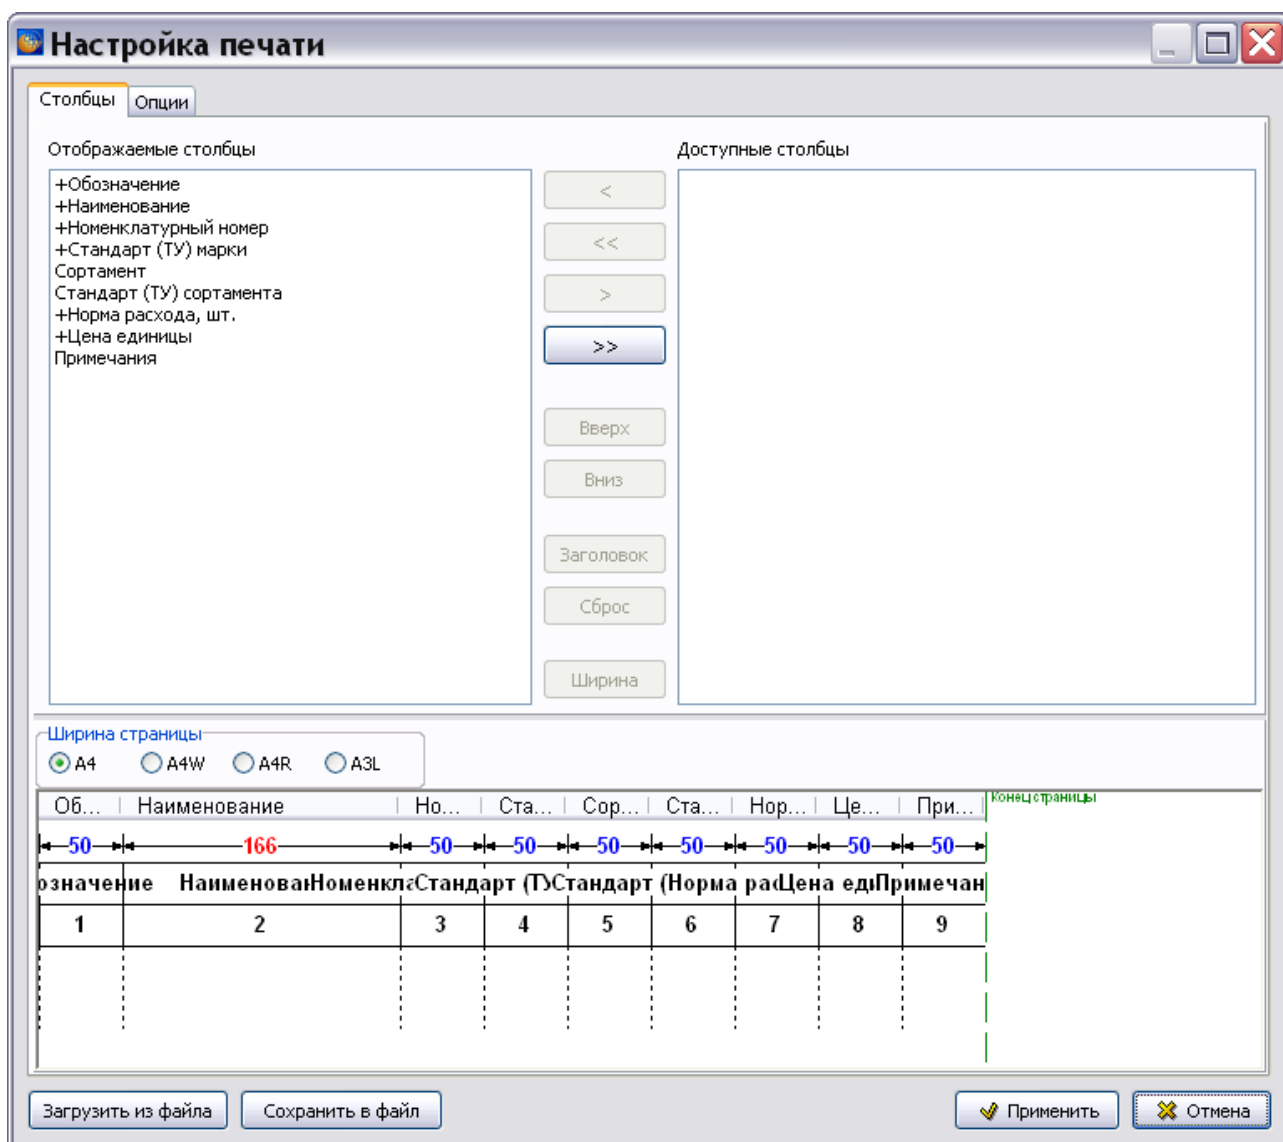

Рис. 11.8
3. При выборе пункта **Настройки печати из модуля данных...** можно установить настройки, отличные от заданных в шаблоне документа. Настройки создаются в диалоговом окне **Настройка печати** на вкладках «Столбцы» и «Опции» (Рис. 11.8). Описание создания настроек печати смотрите в подразделе «Настройки печати» раздела 9.2.2.